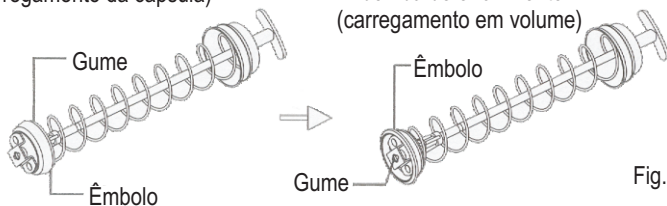

Fig.2
3. Lentamente libere a alça para ejtar a cápsula vazia do tubo do recipiente. Verifique visualmente a direção do gume. Veja a Fig. 2. Recue a alça totalmente até que a ranhura da haste do pistão trave na fenda na tampa do tubo.
2. Verifique visualmente a direção do gume Fig. 2